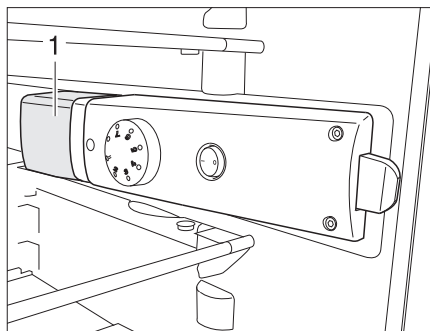

Bild 400 Kylskåpsbelysning
- Ta tag underifrån i lampans skydd (Bild 400,1) och lyft den ca. 3 mm.